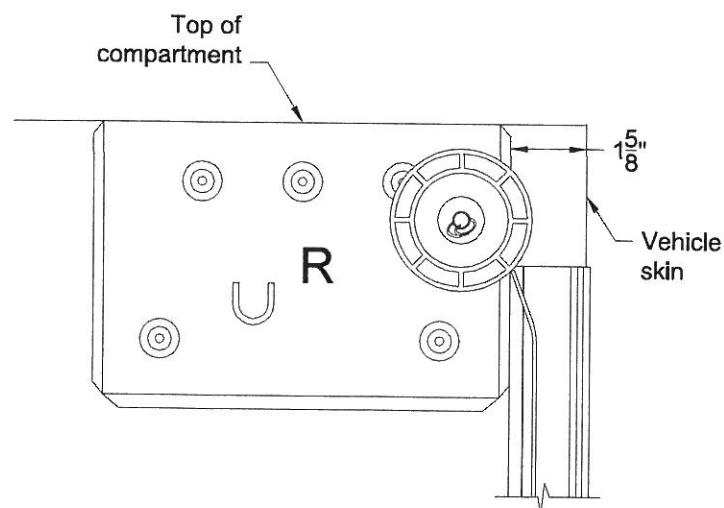

Fig. 1
- a) 室内を見て、図1で示すように室内の右上にペナントプレートのラベルRが見えるように置いてください。室内の上面と同一になるように、また車両の外表面より 41mm の位置であることを確認してください。オプションのドリップパンを取付ける場合は説明書の12項を参照してください。